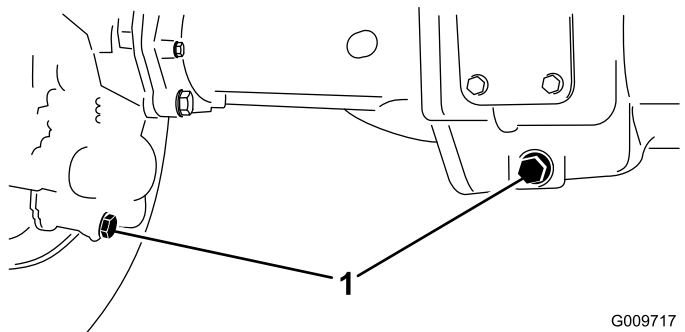

Figura 59
2. Limpie la zona alrededor de los tres tapones de vaciado, uno en cada extremo y uno en el centro (Figura 59).